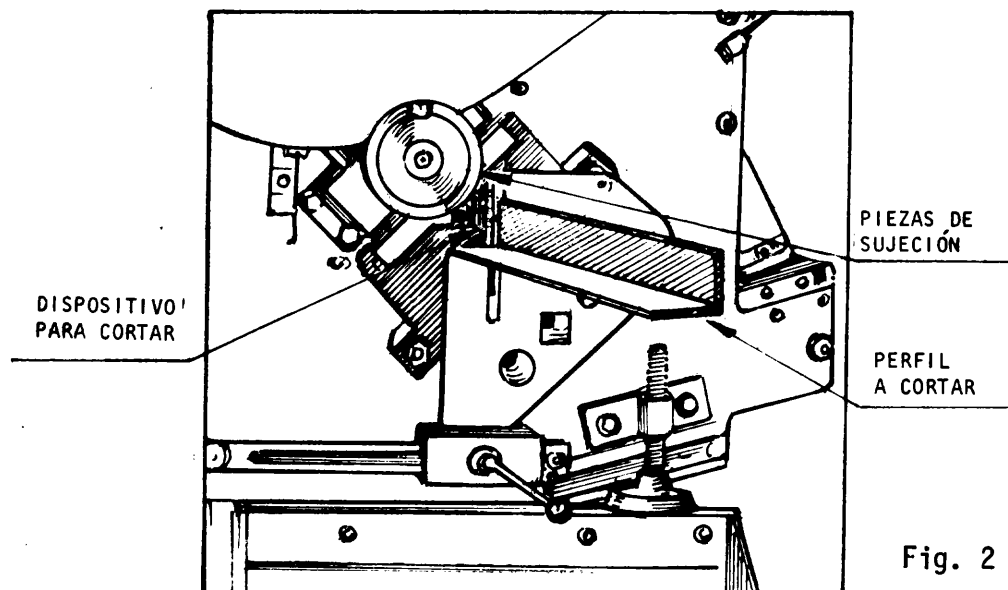

Fig. 2
- b Fíjelo con el dispositivo de sujeción (fig. 2).